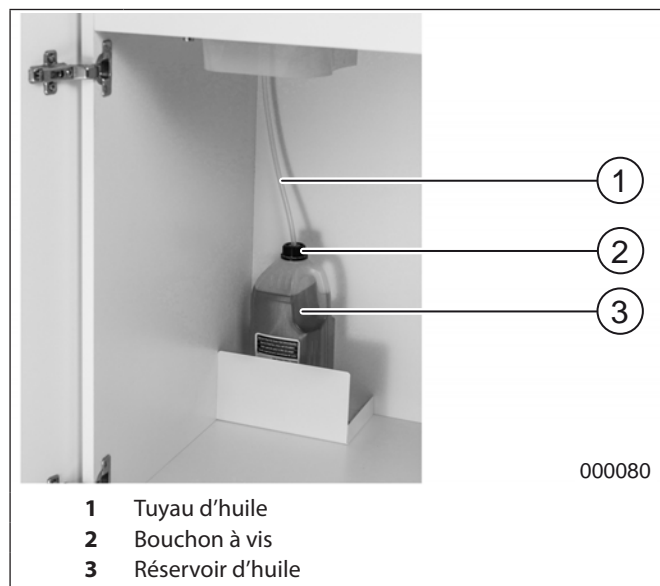

fig. 6 Réservoir d'huile
Si le voyant de contrôle clignote  (fig. 3/8), cela signifie que le réservoir d'huile (fig. 6/3) est vide et qu'il doit être remplacé par un réservoir plein. Le moteur s'éteint.
2. Changer le réservoir d'huile (fig. 6/3). Pour cela, dévisser le bouchon à vis (fig. 6/2).